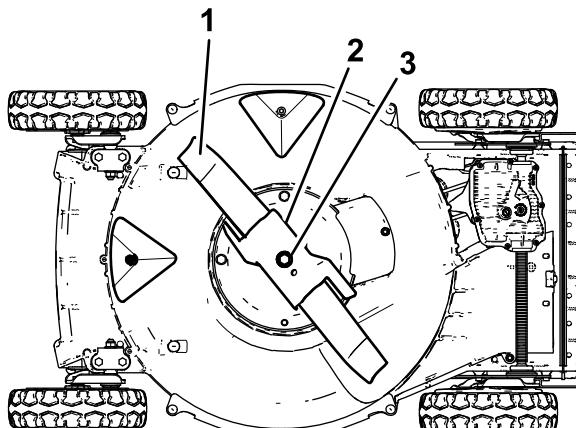

Figura 23
3. Coloque la maquina sobre el costado, como se muestra en la Figura 23.